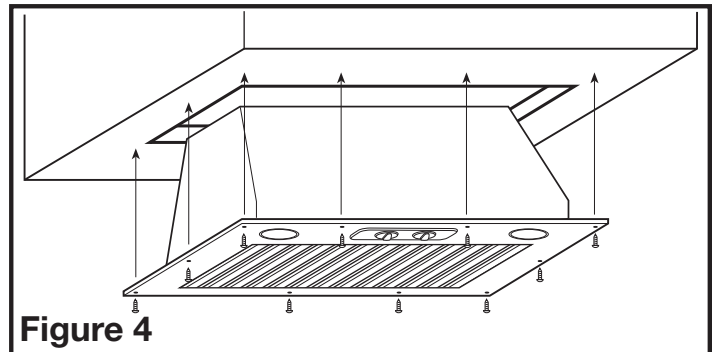

Figure 4
- Insérez l'unité de puissance dans le trou et fixez-la en place à l'aide des dix vis (non inclus) (Figure 4).